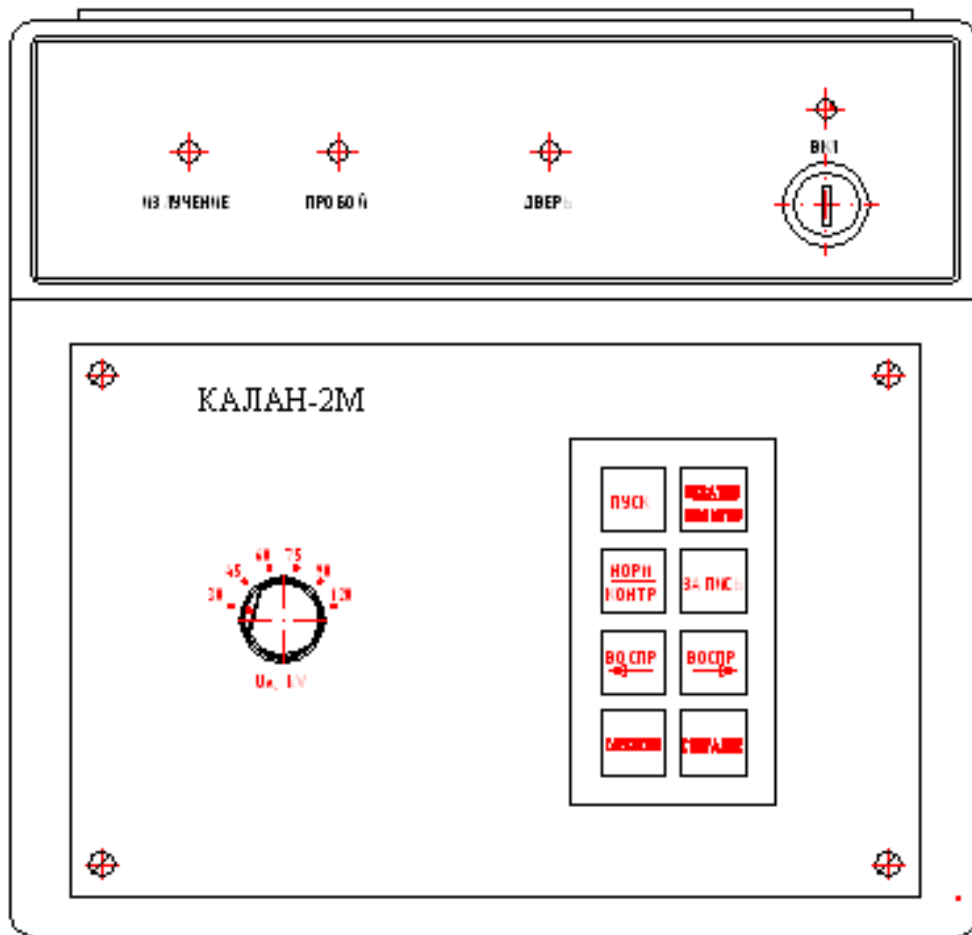

Рис. 1
7.4. Закройте дверь рабочего отсека. Включить изделие, для чего повернуть ключ на пульте управления (рис.1) в положение «ВКЛ», при этом на пульте управления и на стойке контроля должны загореться зеленые индикаторы, а на экране монитора инициализироваться программа управления изделием.